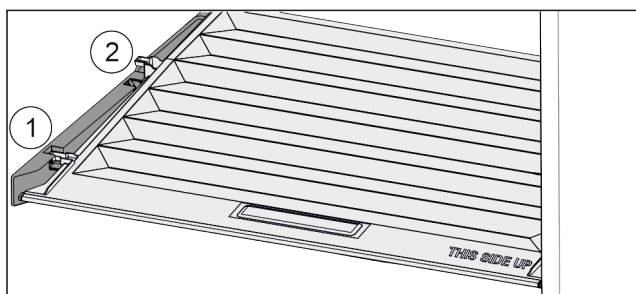

Fig. 144
- ▶ Deslice la tapa hacia delante hasta la abertura de las piezas de sujeción Fig. 144 (1).
- ▶ Levántela por detrás desde abajo y retírela tirando hacia arriba Fig. 144 (2).